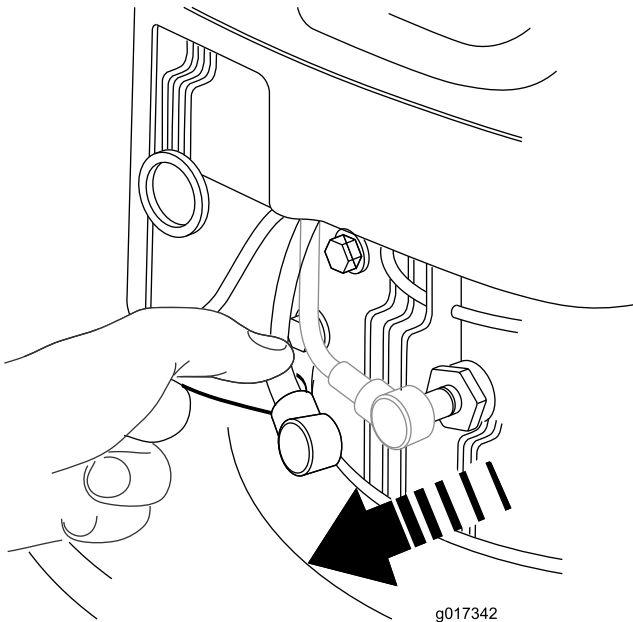

图19
2. 在执行任何维护程序之前，应断开火花塞上的火花塞电线（图19）。